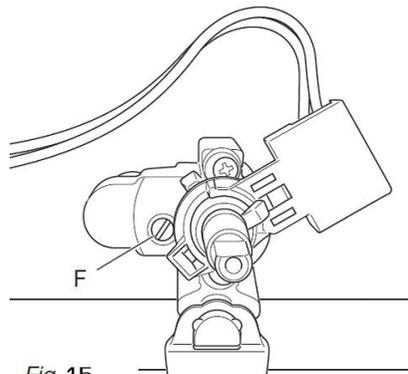

Fig. 15
3. **Pour le G20 et G25**, serrez la vis de réglage du ralenti à fond à l'aide d'un petit tournevis puis, procédez au réglage en desserrant délicatement la vis **F** (fig. 15) jusqu'à l'obtention d'un ralenti correct : la flamme doit être d'une hauteur minimum d'environ 2 mm. **Pour le G30 et G31, la vis doit être serrée au maximum.**